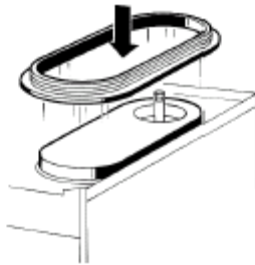

рис. 6
4. Вновь смонтируйте уплотнительную прокладку контейнера на испаритель таким образом, чтобы более широкий ободок был повернут к поверхности для стока капель (см. рис. 6).